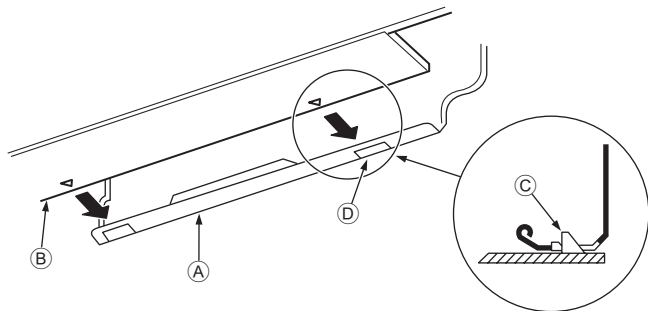

Fig. 3-15
3. Enquanto introduz a tubagem do refrigerante e a mangueira de drenagem no furo da parede (bucha), pendure a parte superior da unidade interior na placa de montagem ①.
5. Fixe empurrando a parte inferior da unidade interior para dentro da placa de montagem ①. (Fig. 3-15)
* Verifique se os botões da parte inferior da unidade interior estão bem presos à placa de montagem ①.
- ① Placa de montagem
- ② Unidade interior
- ③ Gancho
- ④ furo quadrado